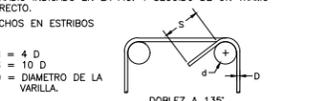

FIG. 3
- EL ANCLAJE DE ESTRIBOS SE HARÁ CON UN DOBLEZ A 135 GRADOS RESPETANDO EL RADIO INDICADO EN LA FIG. 3 SEGUIDO DE UN TRAMO RECTO.